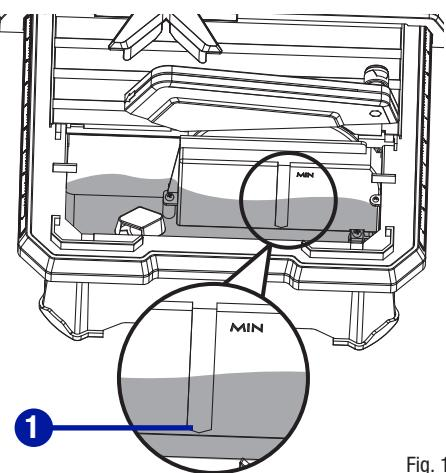

Fig. 14
**REMPILLAGE DU RÉSERVOIR D'EAU (Fig. 14)**
- Remplissez le réservoir d'eau et arrêtez-vous lorsque celle-ci commence à s'écouler de l'ouverture du bouchon. Lorsque l'outil est en marche, le niveau d'eau ne doit jamais baisser en deçà de la marque indiquant MIN (1). (Fig. 14)